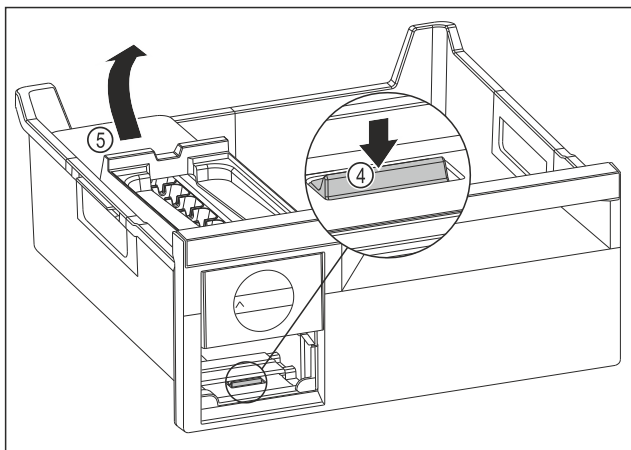

Fig. 141
- Odoberte korpus EasyTwist-Ice: Strmeň Fig. 141 (4) zatlačte prstom nadol a súčasne druhou rukou zdvihnite zozadu korpus EasyTwist-Ice Fig. 141 (5).